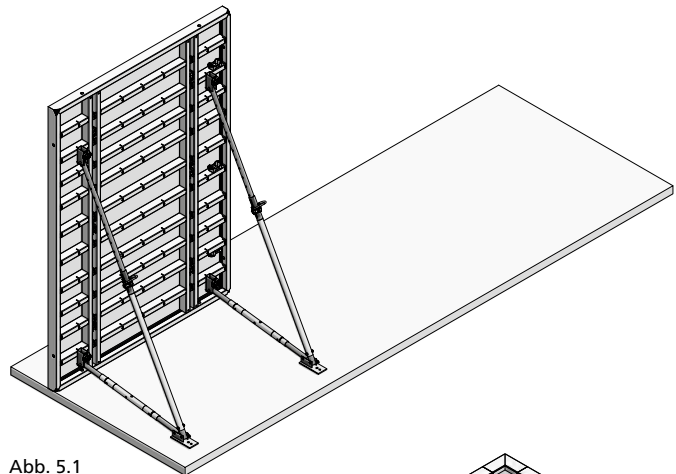

Abb. 5.1
2. Das erste Element stellen und mit 2 Richtkonsolen am Boden/ Betonfertigteil fixieren, um es gegen Umfallen zu sichern (Abb. 5.1). Die Fußplatte muss kraftschlüssig am Boden/ Betonfertigteil befestigt sein – auf Erdrreich mit 2 Erdnägeln, auf Beton mit 2 Schwerlastdübeln.